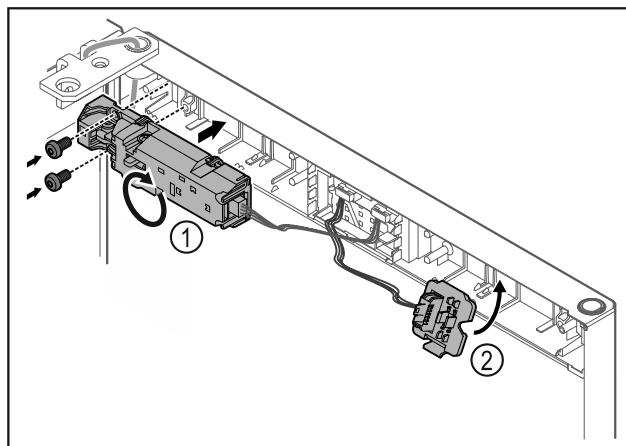

Fig. 19
- Keerake kauglukku Fig. 19 (1) 180° ja kinnitage vastasküljele.
- Haakige pistikuhoidik Fig. 19 (2) vastasküljel kinni.